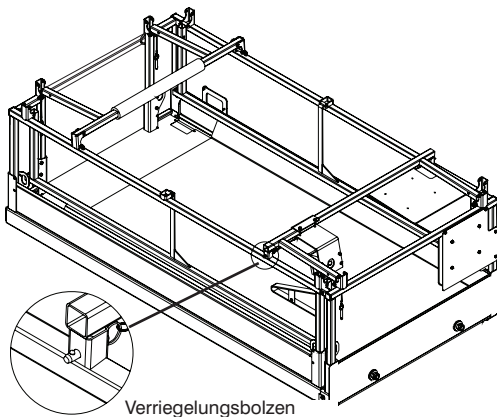

Abbildung 3-11c. Zusammengeklapptes Schutzgeländer
Geländerverlängerung am Montagepfosten befestigen. Sicherstellen, dass die Arretierkugel des Bolzens ganz durchgesteckt ist. (Siehe Abbildung 3-11c):
6. Verriegelungsbolzen sorgfältig aus dem Montagepfosten entfernen, die Geländerverlängerung hochklappen und mit Verriegelungsbolzen befestigen. Darauf achten, dass die Arretierkugel eines jeden Bolzens ganz durchgesteckt ist. (Siehe Abbildung 3-11c).